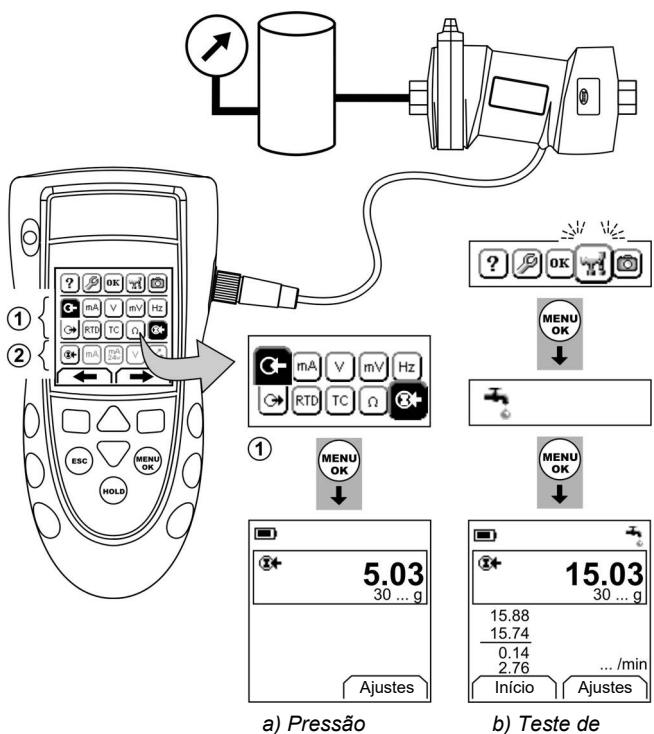

Figura 13: Exemplo de configuração: medição de pressão com um UPM
Use a porta de comunicação (A1 - item 9) para conectar um IDOS módulo de medida universal (UMM). Quando você conecta um cabo de um UMM (Figura 13/14), o instrumento altera automaticamente os menus para fornecer todas as opções aplicáveis (Tabela 2/3).
Leia todas as instruções fornecidas com o UPM e depois siga os procedimentos especificados para conectá-lo (Figura 13/14).
Para medir a pressão com ou sem o teste de vazamento (Figura 13):